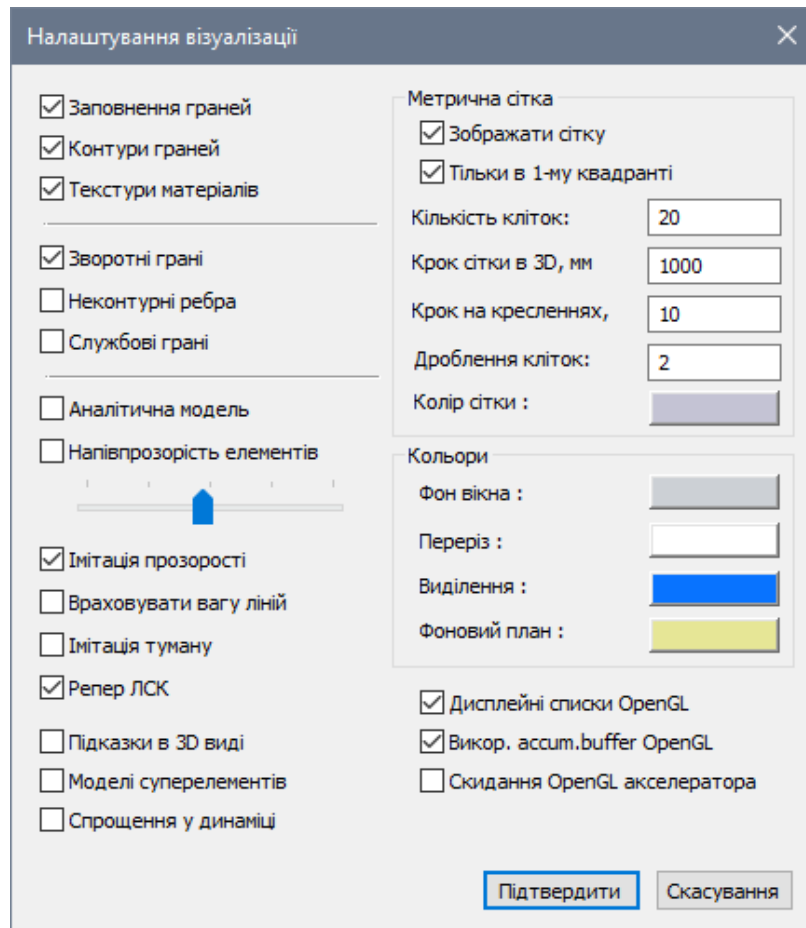

Рис. 23.3. Діалогове вікно Налаштування візуалізації
- У діалоговому вікні **Налаштування візуалізації** слід задати такі характеристики (рис. 23.3):